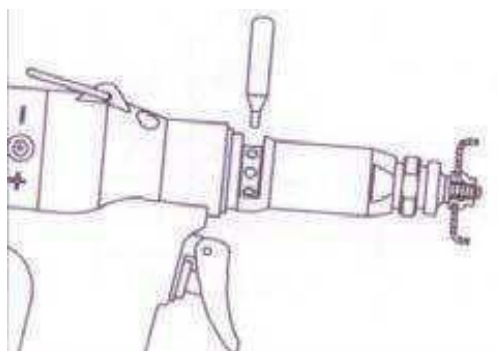

Рис.4
5. Нажав на курок инструмента до середины хода (в положение А), заклепка деформируется (2)
6. Удерживая, нажмите на курок сильнее, до конца его хода (в положение В) (3), резьбовой шток начнет вращаться в обратную сторону, и выкрутится из заклепки. Двигатель автоматически остановится. В случае, если шток заклинило, необходимо его выкрутить вручную, при помощи регулировочного ключа (Рис.4)